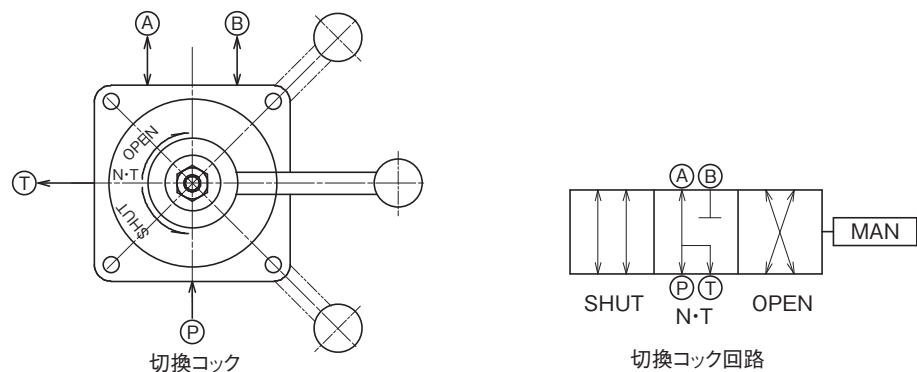

図8-8 配管系統図
- ⑥ スナッパースボンネット(1)、ステーボルト(4)の組み付け
- ⑦ ロックナット(31)、指針(32)の組み付け
- ⑧ 注油
- ・シリンダを立てた状態にして、図8-3および図8-8を参照しながら下記のように行ってください。